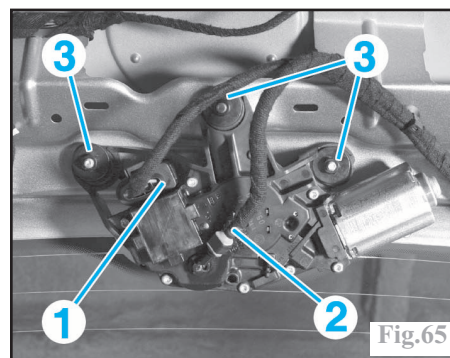

Fig.65
Débrancher le connecteur du moteur d'essuie-glace (1) (Fig.65).